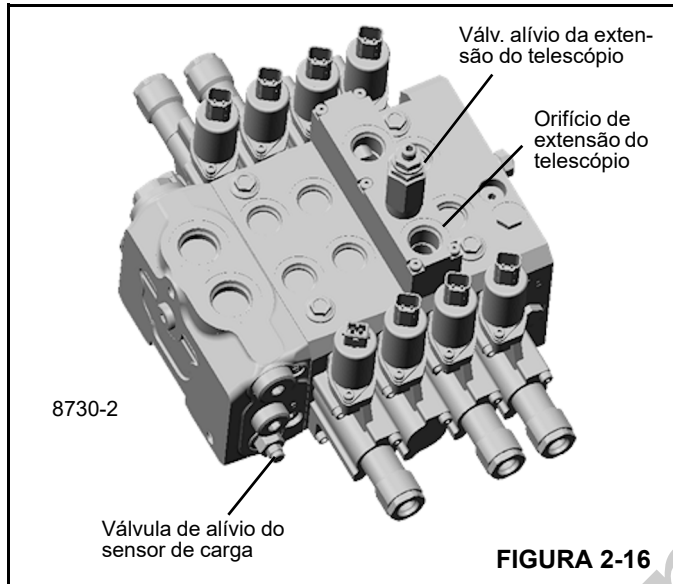

FIGURA 2-16
6. Se a pressão na etapa anterior não puder ser atingida, ajuste a válvula de alívio do sensor de carga na válvula direcional principal (Figura 2-16). Gire o parafuso de ajuste meia volta no sentido horário, aperte-o e repita a etapa anterior até que a pressão seja atingida.
- Ajuste o cartucho de alívio de pressão localizado na válvula de alívio do telescópio (Figura 2-16). Gire o parafuso para dentro para aumentar ou para fora para diminuir até atingir a pressão correta e reaperte a contraporca.